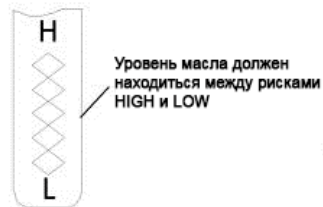

Рисунок 54
4. Открутите и снимите крышку маслозаливной горловины и проверьте уровень масла. Если он ниже отметки “LOW” на щупе, то добавьте рекомендуемое масло, чтобы его уровень поднялся до отметки “HIGH”. См. рисунок 54.